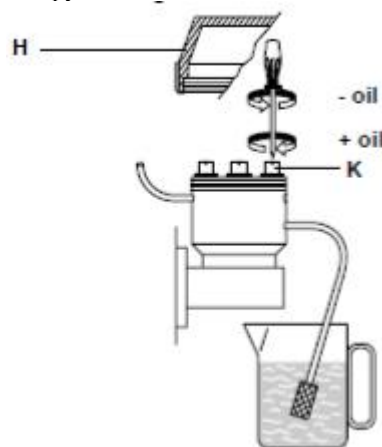

РИС. 5
- с) Снимите защитную крышку «Н» на рис. 5.
- д) С помощью короткой отвертки завинтите или отвинтите кран «К» на рис. 5. Установите все на прежнее место и залейте масло.